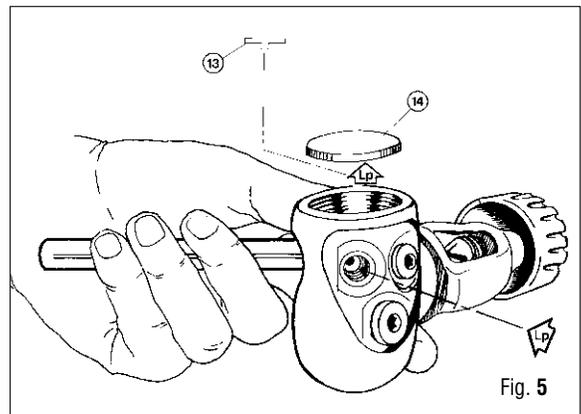

Fig. 5
11. Introduciendo aire a baja presión (menos de 7 bar) quite la membrana (14) y el disco de empuje (13). (Fig. 5)